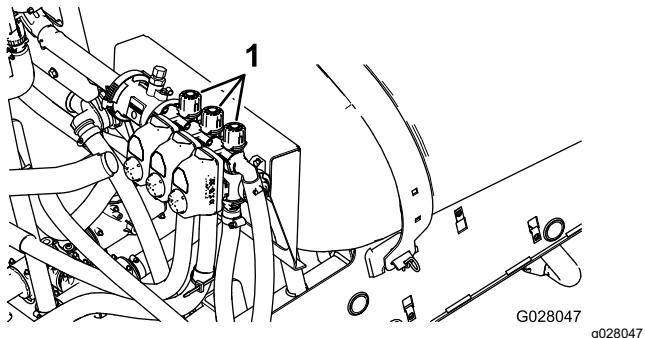

Figura 70
2. Deslique o interruptor de secção esquerda e ajuste a válvula de derivação de secção esquerda (Figura 70) até que a leitura da pressão se encontre no nível previamente ajustado (habitualmente 2,75 bar).
4. Ajuste a válvula de derivação da secção direita (**Figura 70**) até que a leitura da pressão se encontre no nível previamente ajustado (habitualmente 2,75 bar).
6. Ajuste a válvula de derivação da secção central (**Figura 70**) até que a leitura da pressão se encontre no nível previamente ajustado (habitualmente 2,75 bar).